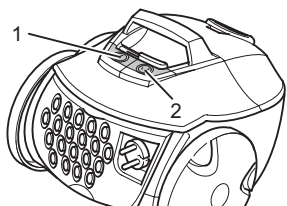

Abb. 14
1. Schalten Sie den Bodensaugsauger am Ein-/Aus-Schalter (Abb. 14/1) aus und ziehen Sie den Stecker aus der Steckdose.
3. Drücken Sie die Kabelaufrolltaste (Abb. 14/2), um das Stromkabel einzuziehen.